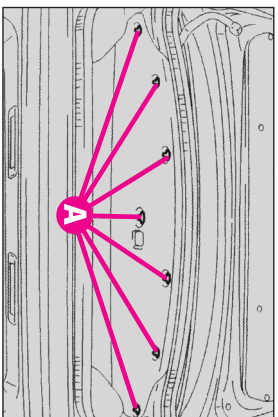

fig.63
-Desfaceți șuruburile (A-fig. 63) până când se aude clicul și coborâți garnitura.